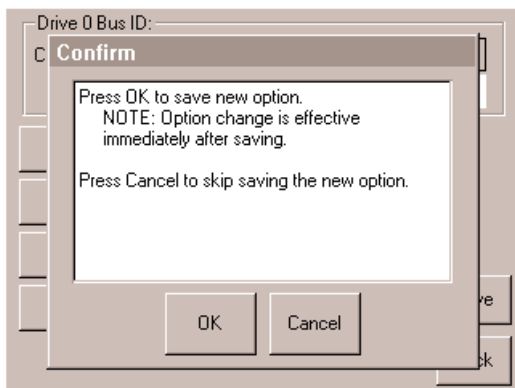

Figure 3-3. Écran de confirmation d'ID SCSI
- c. Touchez l'option Save (Enregistrer) pour confirmer votre demande. Un écran de confirmation apparaît (voir Figure 3-3).